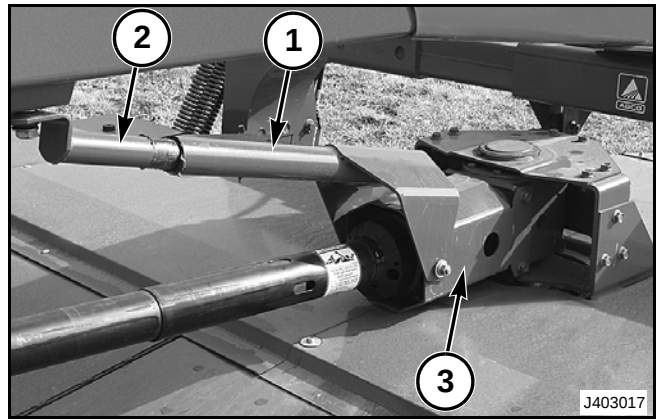

FIG. 172
FIG. 172: Deslice el brazo de la dirección (1) sobre la varilla guía de la dirección (2). Sujete el brazo de la dirección al soporte del brazo de la dirección (3) utilizando la tornillería que quitó anteriormente.